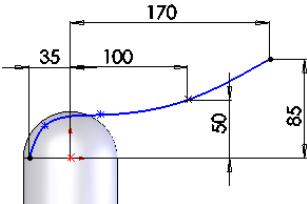

图 6-88 绘制的草图
**12** 绘制草图。在菜单栏中选择“工具”→“草图绘制实体”→“样条曲线”命令，或者单击“草图”工具栏中的“样条曲线”图标按钮 ，绘制如图 6-88 所示的草图并标注尺寸，然后退出草图绘制状态。